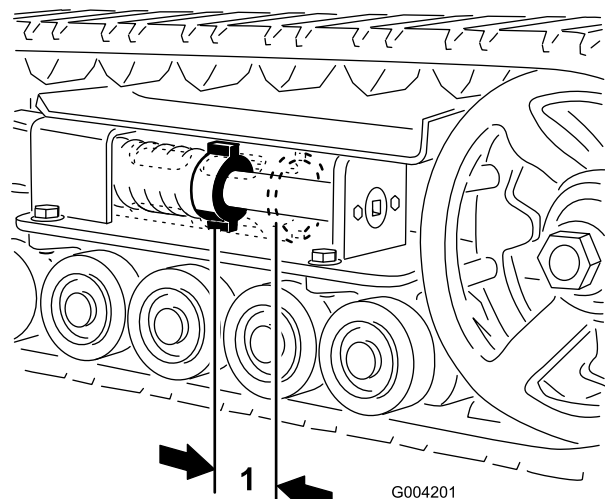
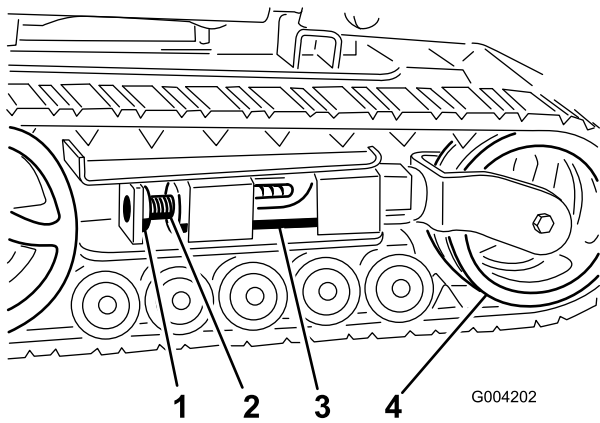
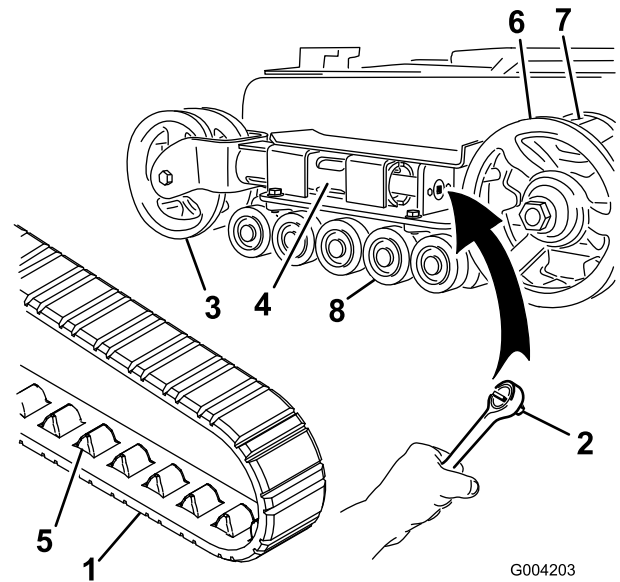
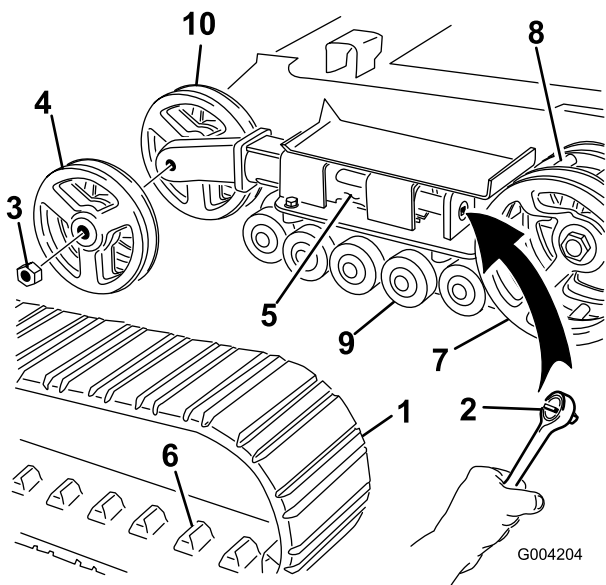

Figure 40
Figure 41
Figure 42
Figure 43
L'écrou de tension et l'arrière du tube de tension doivent être distants de 7 cm (Figure 40). Si ce n'est pas le cas, réglez la tension des chenilles comme suit :
3. Enlevez le boulon et l'écrou de blocage (Figure 41).
- À l'aide d'une clé à douille de 13 mm (1/2") (Figure 42), tournez la vis de tension dans le sens antihoraire jusqu'à obtention d'un espacement de 7 cm entre l'écrou de tension et l'arrière du tube de tension (Figure 40).
- Alignez l'encoche la plus proche dans la vis de tension avec le trou du boulon de blocage et fixez la vis avec le boulon et l'écrou de blocage (Figure 41).
- Enlevez le boulon et l'écrou de blocage (Figure 41).
- À l'aide d'une clé à douille de 13 mm (1/2"), tournez la vis de tension dans le sens horaire pour détendre la transmission (Figure 41 et Figure 42).
- Poussez la roue de tension vers l'arrière de la machine pour appuyer le tube de tension contre le châssis (Figure 42). (S'il ne touche pas le châssis, continuez de tourner la vis de tension jusqu'à ce qu'il le touche).
- Lorsque la chenille est déchaussée, retirez-la du pignon d'entraînement et des galets de roulement (Figure 42).
- Pour installer la chenille neuve, commencez par l'enrouler autour du pignon, en veillant à ce que les crampons s'engagent correctement entre les dents du pignon (Figure 42).
- Poussez la chenille sous et entre les galets de roulement (Figure 42).
- Tournez la vis de tension dans le sens anti-horaire, de manière à obtenir un écartement de 7 cm entre l'écrou de tension et l'arrière du tube de tension (Figure 40).
4. À l'aide d'une clé à douille de 13 mm (1/2"), tournez la vis de tension dans le sens horaire pour détendre la transmission (Figure 41 et Figure 43).
5. Poussez la roue de tension vers l'arrière de la machine pour appuyer le tube de tension contre le châssis (Figure 43). (S'il ne touche pas le châssis, continuez de tourner la vis de tension jusqu'à ce qu'il le touche).
6. Retirez l'écrou de fixation de la roue de tension extérieure et déposez la roue (Figure 43).
7. Déposez la chenille (Figure 43).
8. Retirez l'écrou de fixation de la roue de tension intérieure et déposez la roue (Figure 43).
12. Posez la roue de tension intérieure et fixez-la avec l'écrou retiré précédemment (Figure 43).
14. Posez la chenille neuve en prenant soin que les crampons s'engagent entre les dents au centre du pignon (Figure 43).
15. Posez la roue de tension extérieure et fixez-la avec l'écrou retiré précédemment (Figure 43).
17. Tournez la vis de tension dans le sens anti-horaire, de manière à obtenir un écartement de 7 cm entre l'écrou de tension et l'arrière du tube de tension (Figure 40).